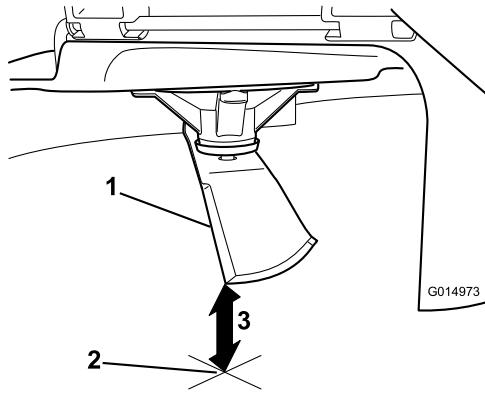

Figura 64
3. Misurate dalla punta della lama alla superficie piana (Figura 64).